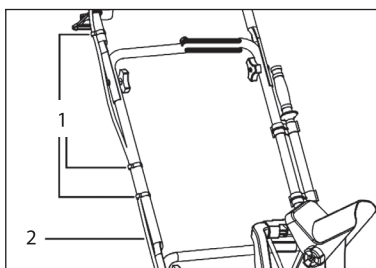

Рис. 4
4. Зафиксируйте провод (2) скобами (1) фиксации на раме (рис. 4).